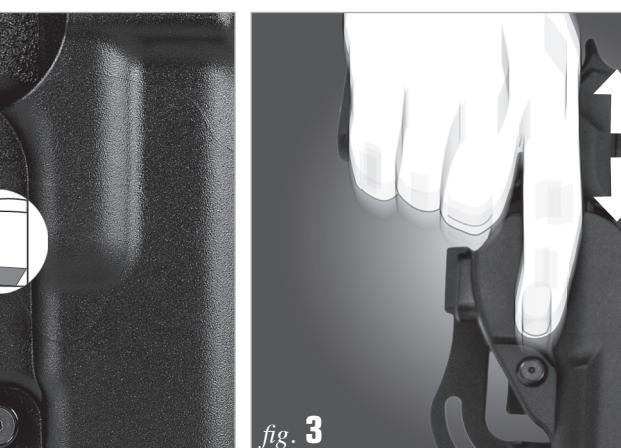

fig. 2
15. Insertando el arma y haciendo una ligera presión hacia abajo, el tornillo andrà a detenerse contra el cuneo B **fig. 2** del segundo sistema de seguridad situado en el interior de la funda.
23. Insertando el arma y ejerciendo una ligera presión hacia abajo, el guardamonte chocará contra la cuña B **fig. 2** del segundo sistema de seguro situado en el interior de la funda.
25. Insertando el arma y ejerciendo una ligera presión hacia abajo, el guardamonte chocará contra la cuña B **fig. 2** del segundo sistema de seguro situado en el interior de la funda.